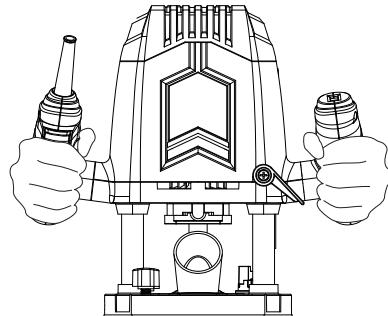

Fig. 24
> Mantenga la presión en las empuñaduras (3, 11) y al mismo tiempo mueva la palanca de fijación de la profundidad (16) a su posición de bloqueo cuando se haya alcanzado la profundidad de corte deseada (Fig. 24).